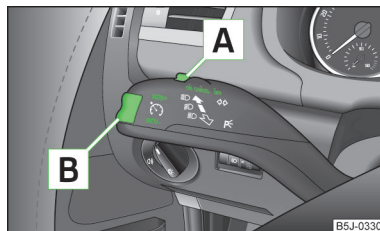

Fig. 119
- Premere l'interruttore **A** » fig. 119 in posizione **ON**.
- Premere il tasto basculante **B** in » **fig. 119 a pagina 126** posizione **RES**.
- La velocità memorizzata potrà essere **ridotta** premendo il tasto basculante **B** » **fig. 119 a pagina 126** in posizione **SET**.
L'impianto di regolazione della velocità sarà **temporaneamente disattivato**, premendo l'interruttore **A** » **fig. 119 a pagina 126** nella posizione molleggiata **CANCEL** o tenendo premuto il pedale del freno o della frizione.
- Premere l'interruttore **A** verso destra, » **fig. 119 a pagina 126** in posizione **OFF**.